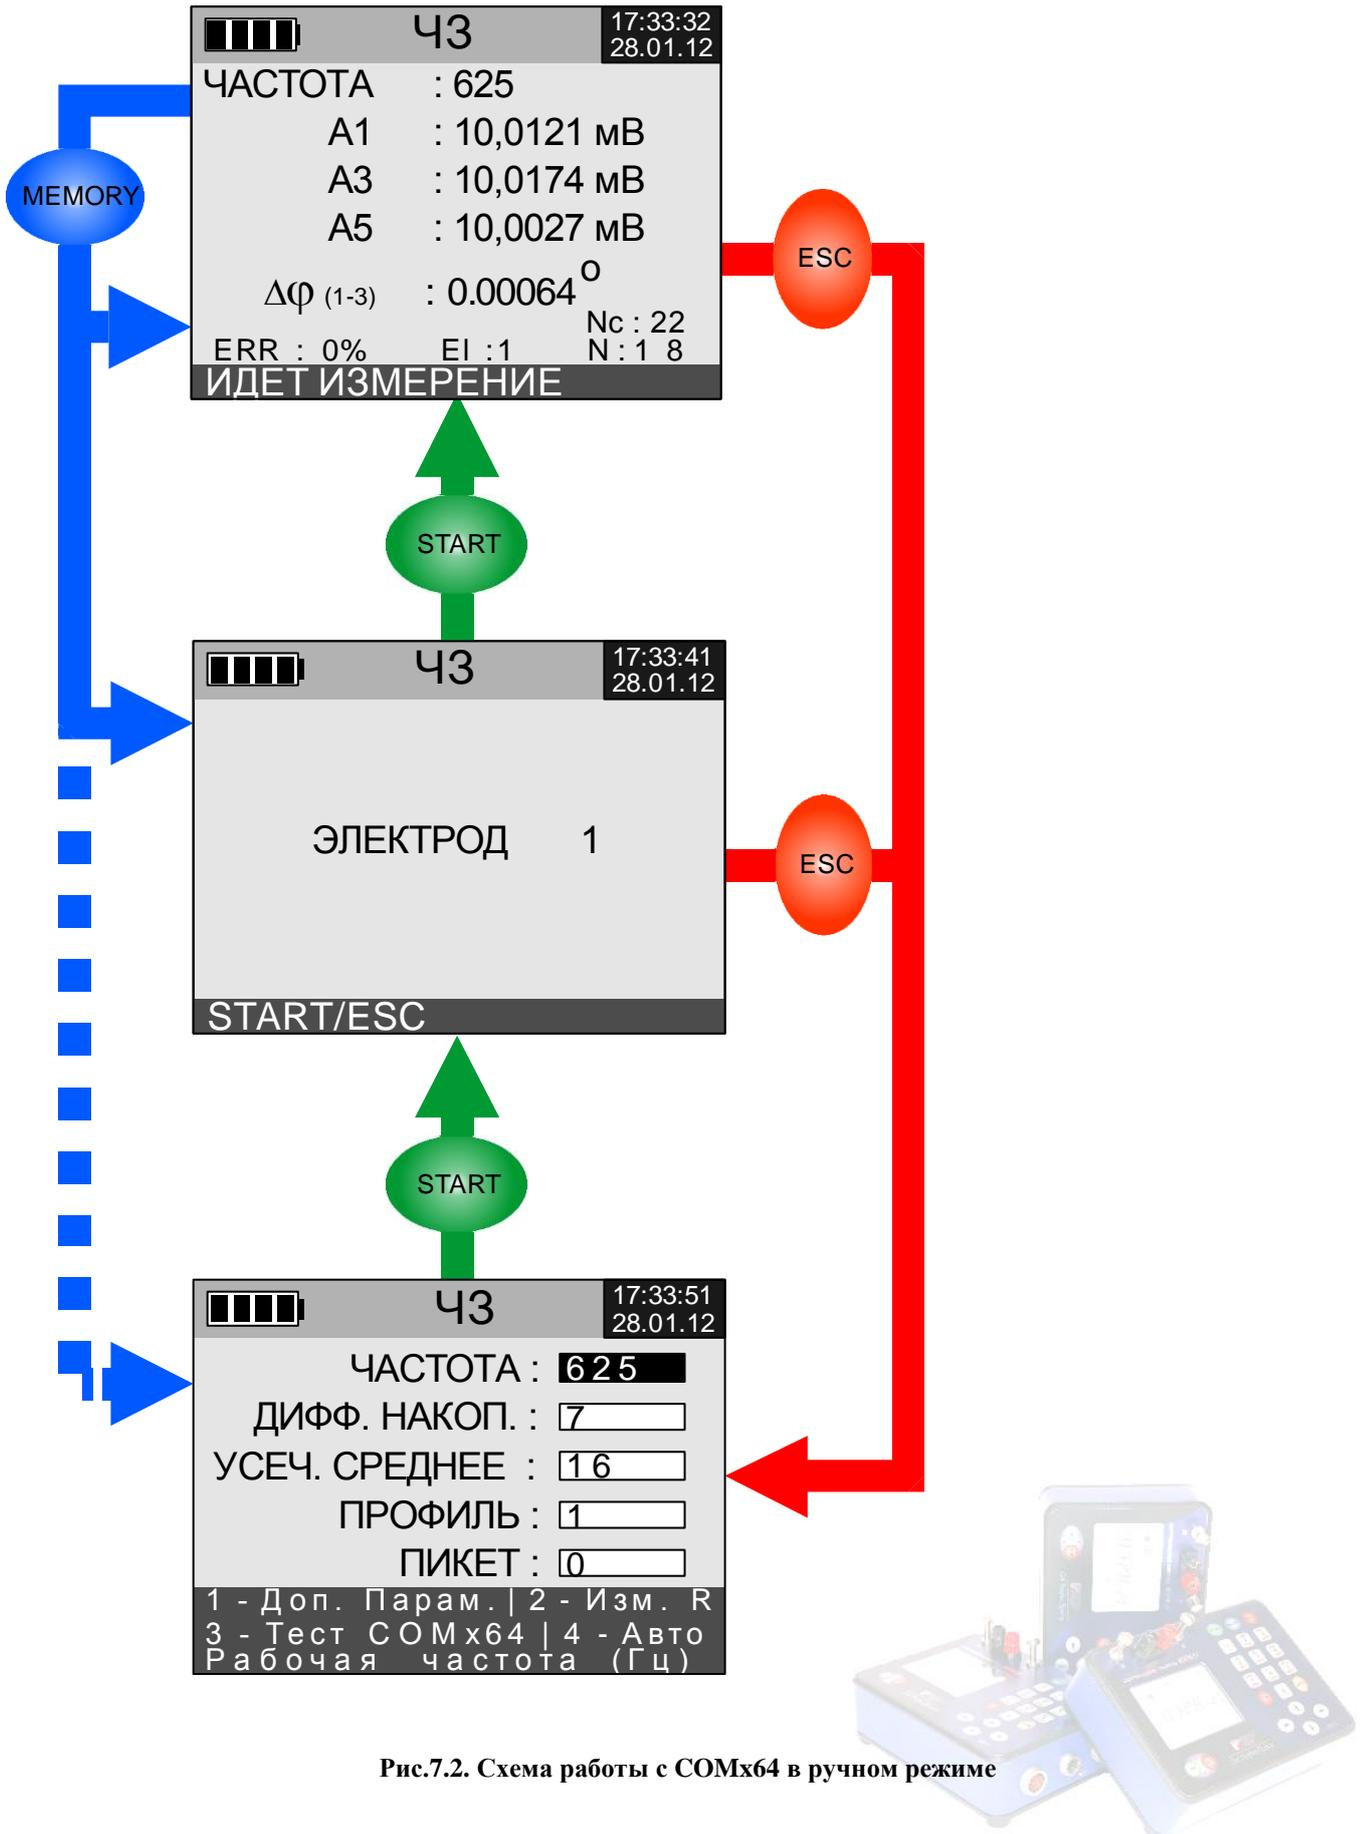

Рис.7.2. Схема работы с СОМх64 в ручном режиме
Для измерений в ручном режиме нужно (рис. 7.2):
- 4) Если электрод расположен соответственно указанному номеру – нажать «START», в противном случае – переставить электрод и нажать «START». Отобразится экран измерений (рис. 7.2). Кроме обычных параметров в нижней части экрана будут показаны текущий номер измерения («Nc») и номер питающего электрода («EI»).